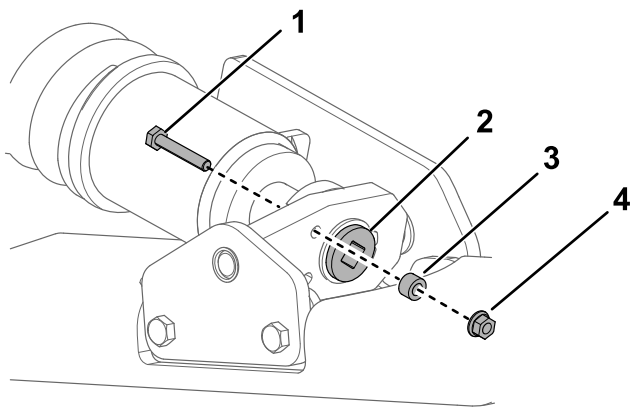
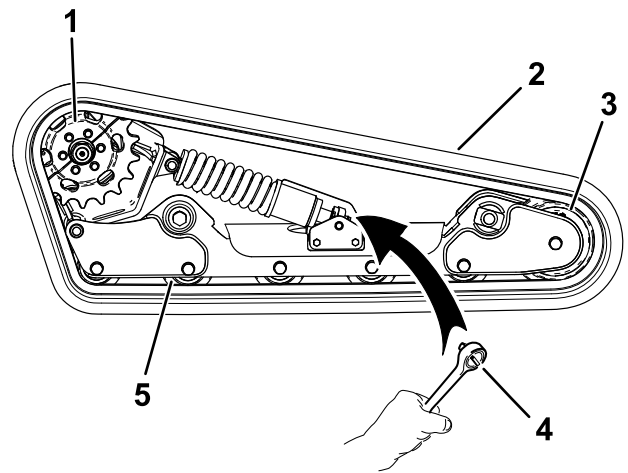

Figure 57
Figure 61
4. Enlevez le boulon de blocage, l'entretoise et l'écrou (Figure 57).
6. Alignez l'encoche la plus proche dans la vis de tension et le trou du boulon de blocage, et fixez la vis avec le boulon et l'écrou de blocage (Figure 57).
- Enlevez le boulon de blocage, l'entretoise et l'écrou (Figure 57).
détendre la transmission (Figure 57 et Figure 61).
- Retirez les 3 boulons qui fixent la moitié de pignon qui n'est pas engagée sur la chenille (Figure 61).
14. Enroulez la chenille neuve autour de la roue avant, puis autour du moyeu d'entraînement sur le côté sans pignon (Figure 61).
15. Poussez la chenille sous et entre les galets de roulement, puis enroulez-la autour du cadre (Figure 61).